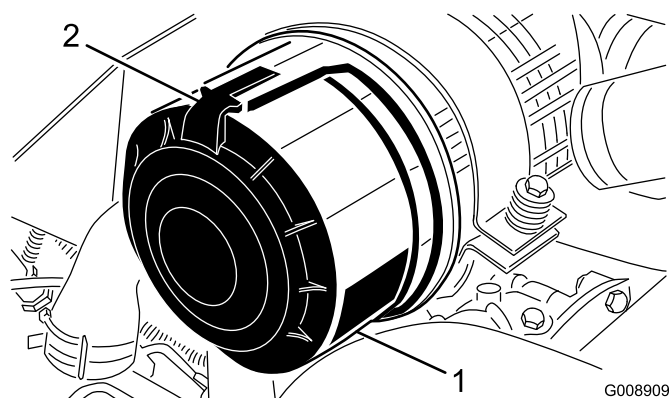

図 56
1. エア・クリーナのカバーをボディーに固定しているラッチを外す(図 56)。